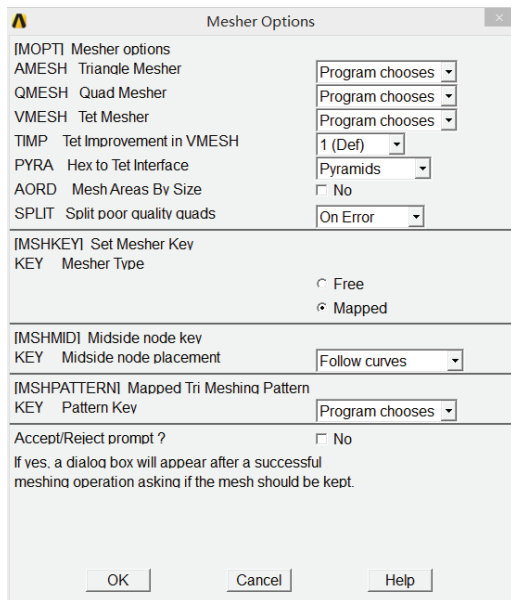

图 5-91 单元划分属性设置对话框
6) 选择 Main Menu | Preprocessor | Meshing | Mesher Opts 命令, 出现 Mesher Options 对话框, 在 KEY Mesher Type 选项中选择 Mapped, 其余选项采用默认设置, 如图 5-91 所示, 单击 OK 按钮, 出现 Set Element Shape 对话框, 在 2D Shape key 下拉选框中选择 Tri, 单击 OK 按钮关闭该对话框。